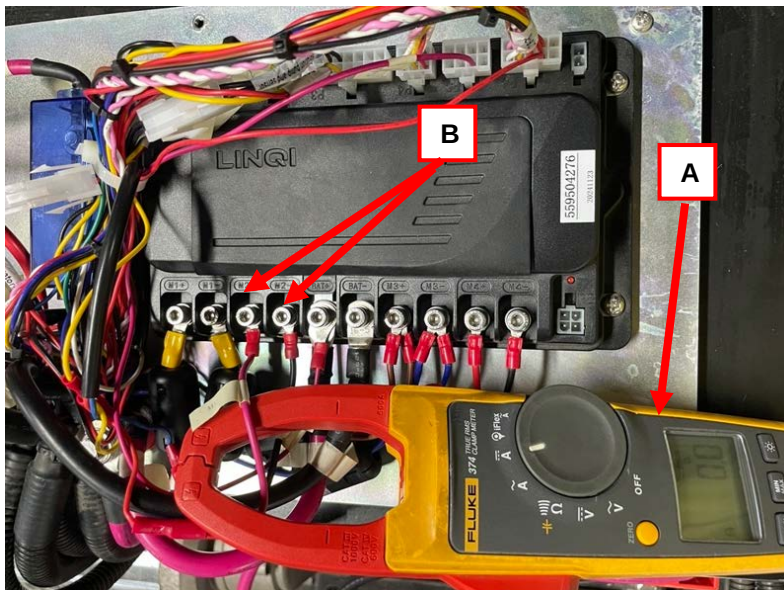

Figure 61
1. Appliquer une pince ampèremétrique (A, figure 61) sur l'un des câbles du moteur d'aspiration (B, figure 61).